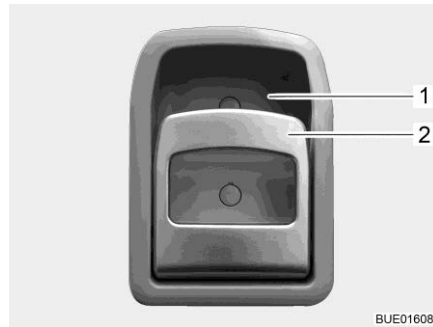

Fig. 64 Serrure de la porte (porte cellule à l'intérieur)
- Ouvrir : ■ Tirer sur la poignée (Fig. 64,2). La serrure de la porte se déverrouille et s'ouvre.
- Verrouiller : ■ Appuyer sur la poignée (Fig. 64,2) en haut en direction de l'évidement (Fig. 64,1) dans lequel elle repose. La serrure de la porte se verrouille.